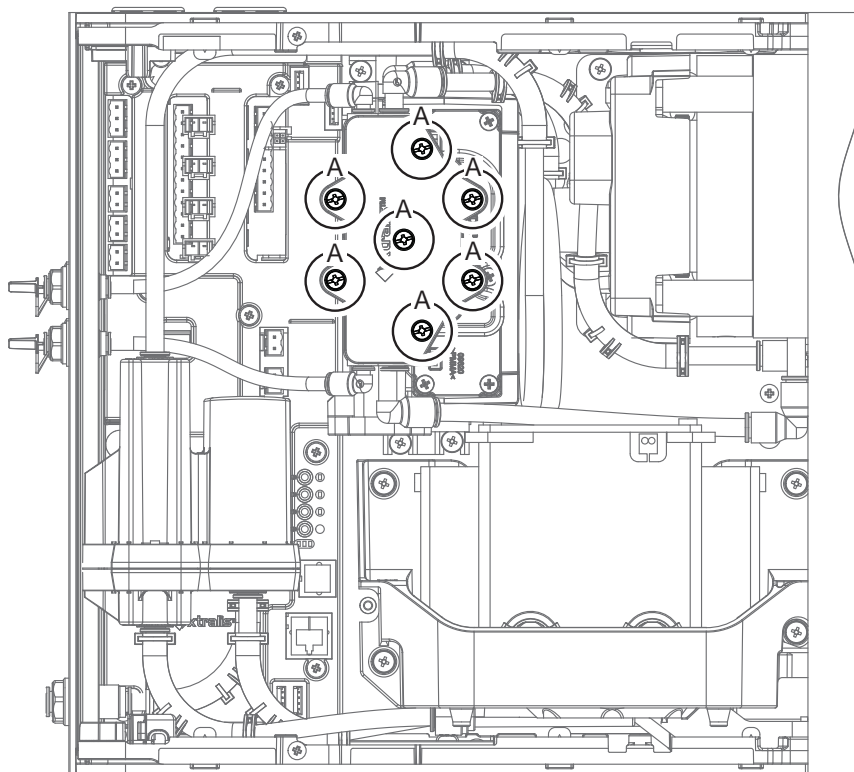

Рис. 7-5: Снятие винтов крепления фильтра
3. Открутите семь винтов (A) (Рис. 7-5).